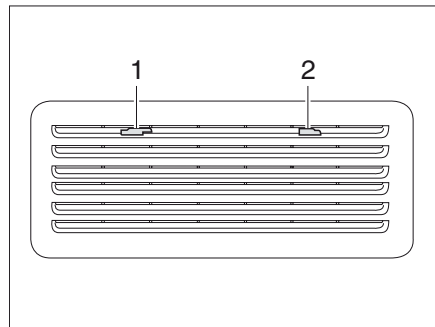
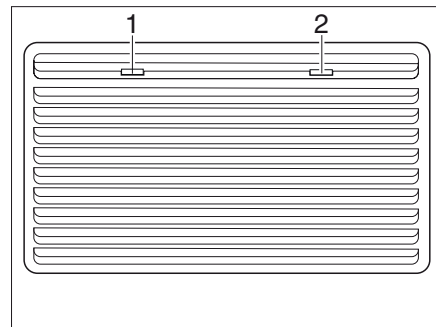

Fig. 138 Grille d'aération du réfrigérateur (Thetford petit)
Fig. 139 Grille d'aération du réfrigérateur (Thetford grand)
- Faire glisser les dispositifs de blocage (Fig. 138,1 et 2 ou Fig. 139,1 et 2) vers le centre.